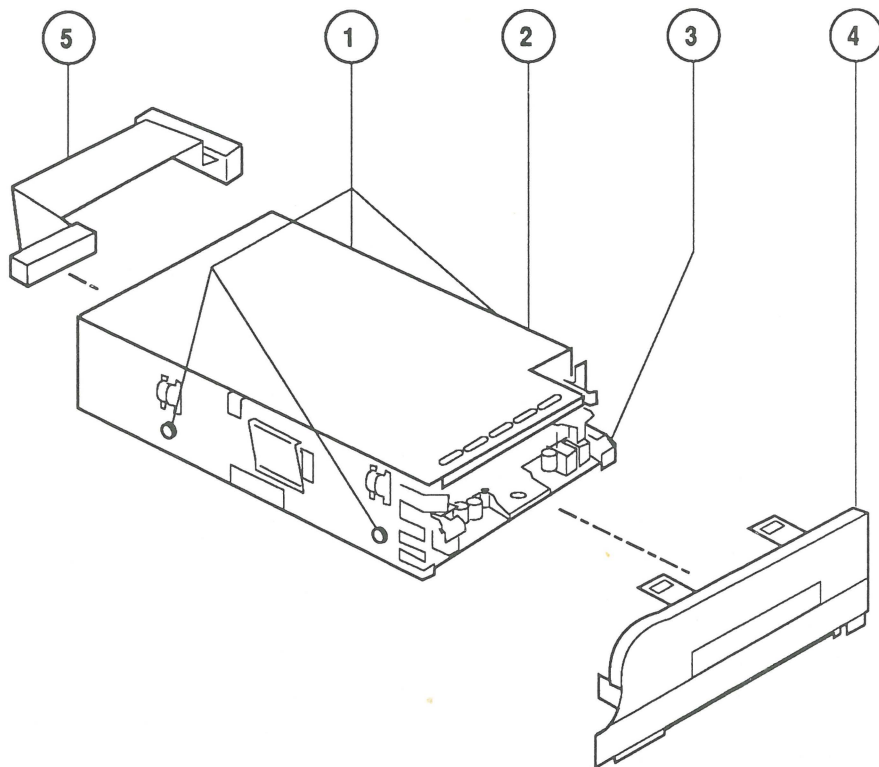

FIGURE 5
□ UPPER FDHD SUPERDRIVE DISK DRIVE (Figure 5)